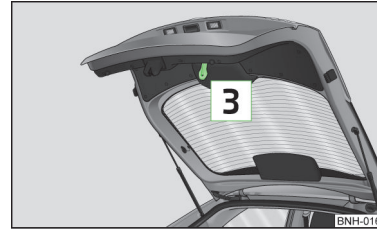

Abb. 19
- Die Klappe mit dem Griff **3** » Abb. 19 herunterziehen und mit leichtem Schwung zuschlagen.